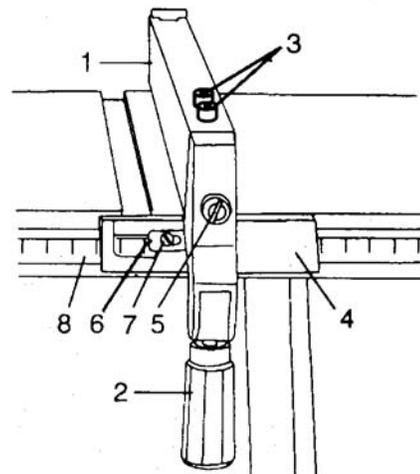

Fig. 17
1. Para correr la valla (1) por la mesa, levante la perilla aseguradora (2) y mueva la valla a la posición deseada (Fig. 17). Empuje la perilla aseguradora hacia abajo para fijarla en posición.
2. El apuntador (6) indica la distancia de la valla colocada a distancia del disco. Si se requiere algún ajuste del apuntador, afloje el tornillo (7) y ajuste el apuntador a la posición correcta (8). Vuelva a apretar el tornillo ajustador.